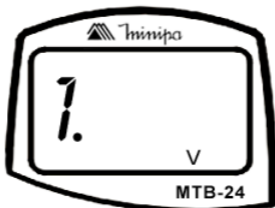

Fig. 7
- Em caso de sobrefaixa, o instrumento exibirá "1" na tela (Fig. 7) e nesse caso, o usuário deve alterar a faixa selecionada para uma mais alta.